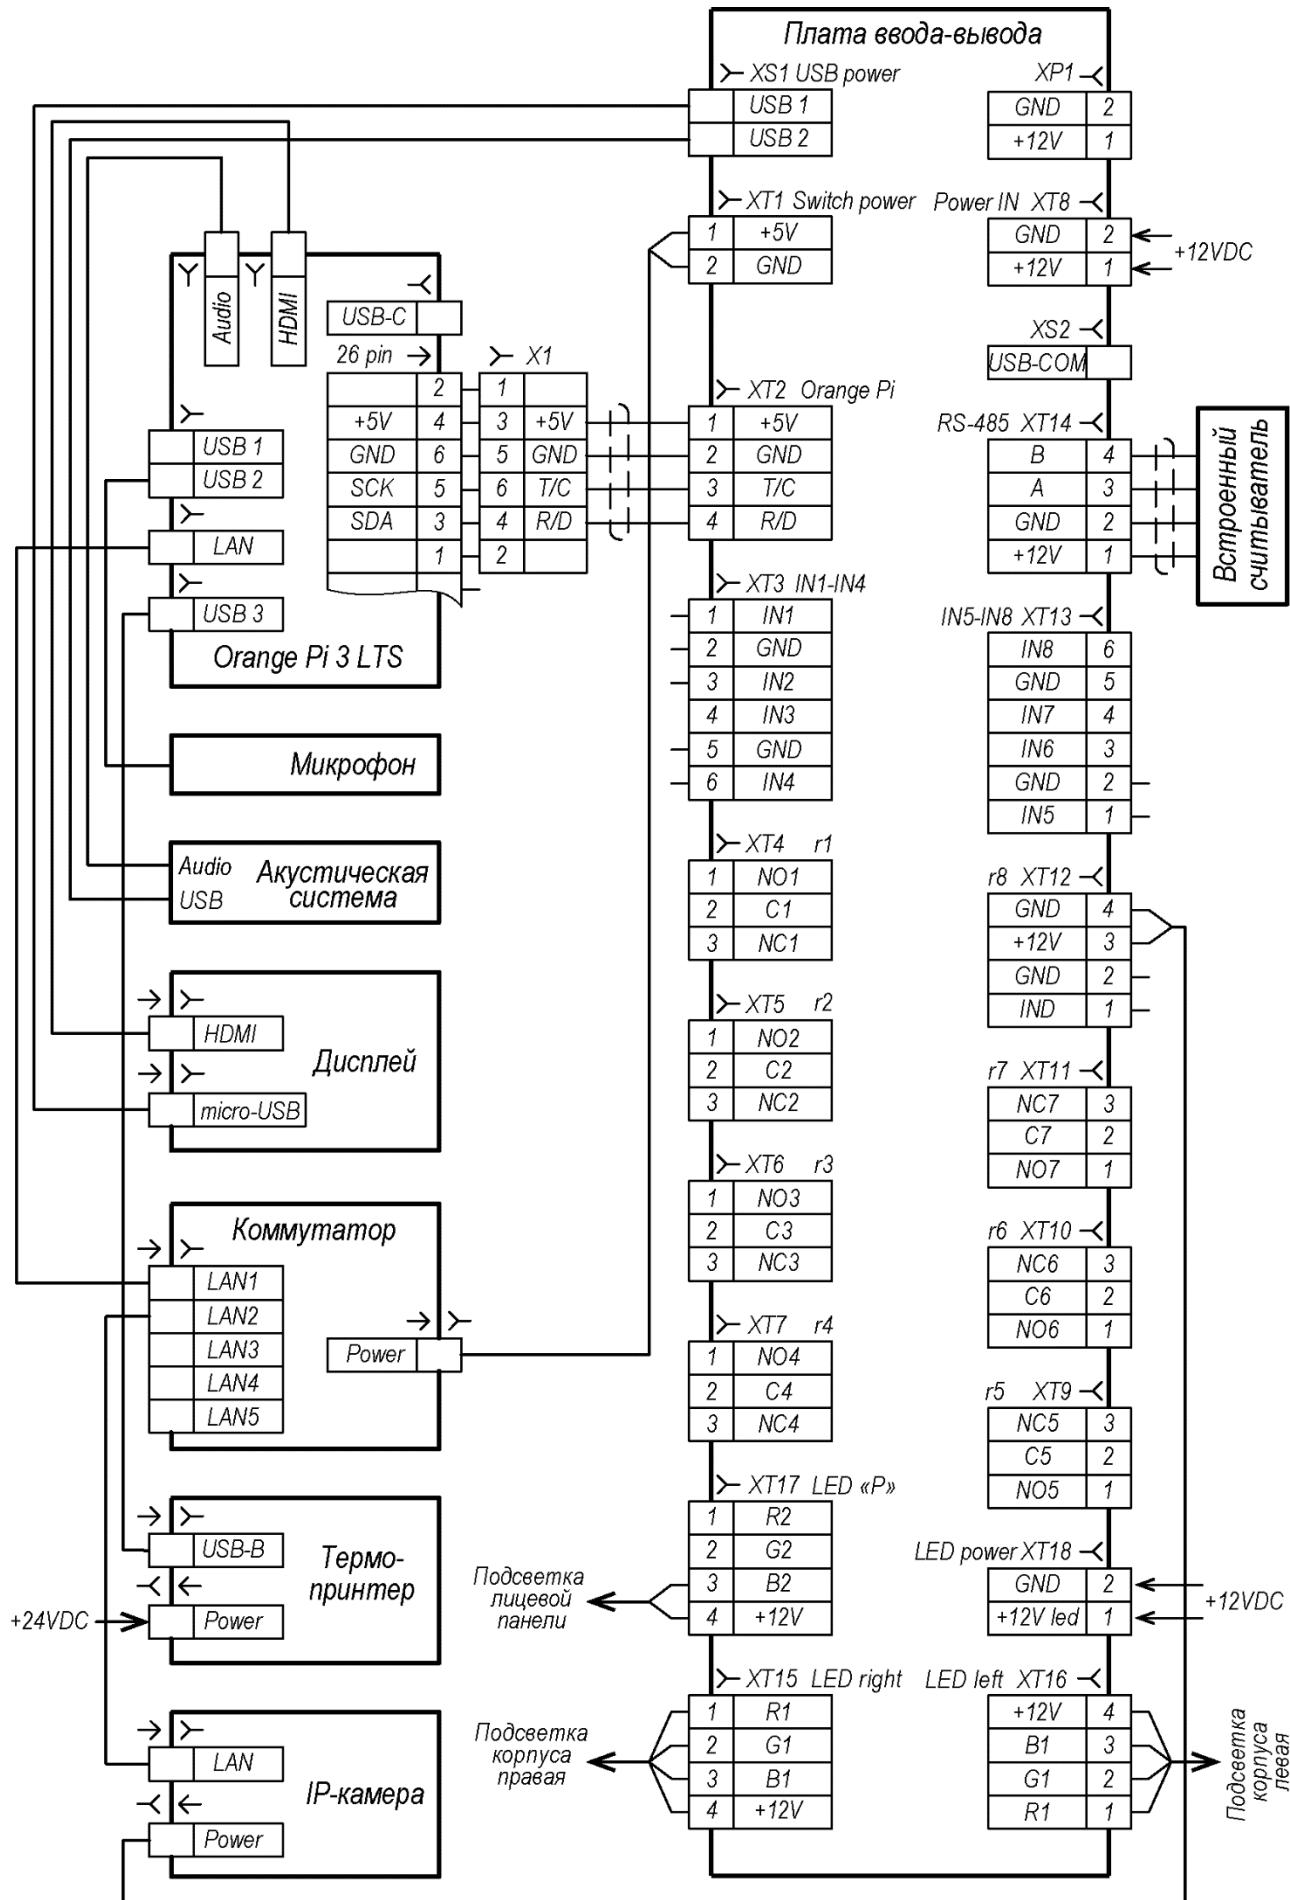

Рисунок 3. Схема подключения микрокомпьютера и платы ввода-вывода
- микрокомпьютер (26) и плата ввода-вывода (27);
- принтер печати парковочных билетов (24) для разовых клиентов парковки. Чековый рулон для принтера устанавливается на держатель (23). Также предусмотрен контейнер (25) для парковочных билетов, которые не были вовремя забраны и автоматически втянулись внутрь;
- система климат-контроля с вентилятором (28) и обогревателем (20), прикрепленным к DIN-рейке;
- термостат системы предотвращения холодного пуска (15);
- терmostат вентиляции и обогрева (17) с терморегуляторами для обогревателя (красный) и для вентилятора (синий);
- автоматический выключатель дифференциального тока (18) с тумблером для включения и выключения стойки;
- коммутатор для подключения по *Ethernet* (22);
- датчик индукционной петли (29);
- блоки питания +12В (13) и +24В (14).
Внутри стойки установлен микрокомпьютер (26), к которому через разъем **XT2** подключается плата ввода-вывода (27). Расположение колодок на платах микрокомпьютера и ввода-вывода представлено на рис. 3. Назначение контактов клеммных колодок плат приведено в табл. 1.
Расположение клеммных колодок на плате ввода-вывода и микрокомпьютера стойки показано на рис. 3, назначение контактов клеммных колодок указано в табл. 1. Схема подключения приведена на рис. 6. Используемые при подключении кабели указаны в табл. 2.